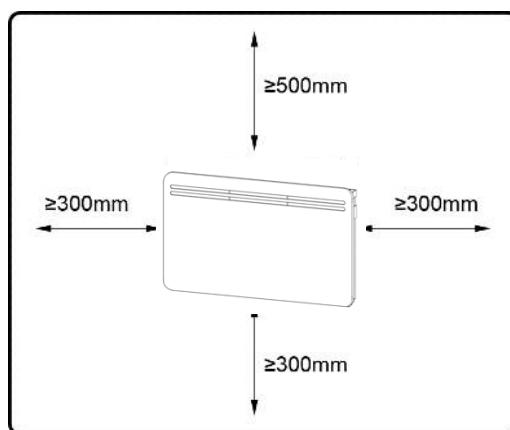

Fig. 1
1. Determine la ubicación correcta (Fig. 1)
- Respete las distancias mínimas entre la unidad y paredes, suelos, muebles, cortinas, etc. (como se muestra en la Fig. 1).
1. Asegúrese de mantener una distancia mínima de 30 cm entre el radiador y el suelo, la pared, etc. (Fig. 1).